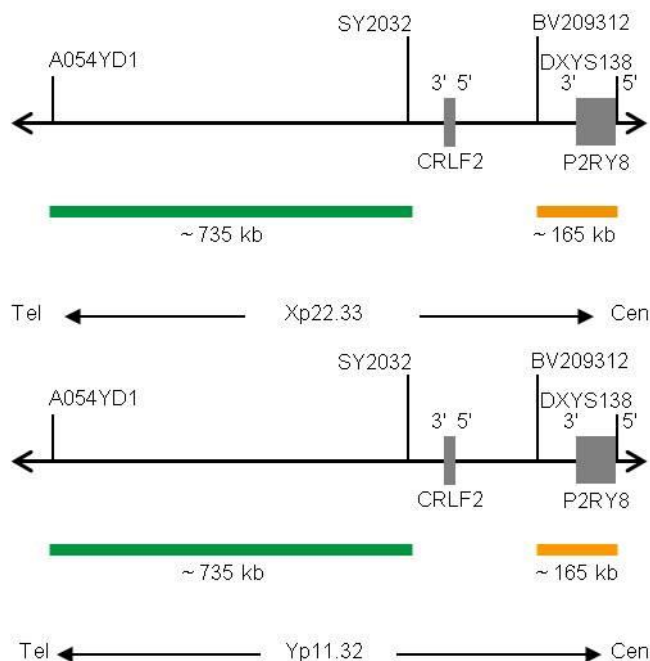

Fig. 1 : En haut : Carte de la sonde X-Chromosome SPEC CRLF2; En bas : Carte de la sonde Y-Chromosome SPEC CRLF2 (pas à l'échelle)
- Polynucléotides marqués au ZyGreen (excitation 503 nm/émission 528 nm) (~10 ng/μl), qui ciblent une séquence de Xp22.33 (chrX:513,125-1,245,395), et Yp11.32* (chrY:463,125-1,195,395) distale de la région des points de rupture de CRLF2 (voir figure 1).
- Polynucléotides marqués au ZyOrange (excitation 547 nm/émission 572 nm) (~4,5 ng/μl), qui ciblent une séquence de Xp22.33 (chrX:1,497,976-1,660,328), et Yp11.32* (chrY:1,498,976-1,657,328) proximale de la région des points de rupture de CRLF2 (voir figure 1).